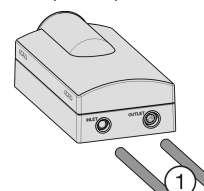

Fig. 56
- Sur le tuyau fin, mesurer la profondeur d'insertion (E) de 21/32 " (17 mm) et faire une marque.
- Sur le tuyau épais, mesurer la profondeur d'insertion (E) de 25/32 " (20 mm) et faire une marque.
- Introduire les tuyaux Fig. 56 (1) jusqu'à la butée (correspond au repère) au-delà de la résistance dans le module de filtrage de l'eau.